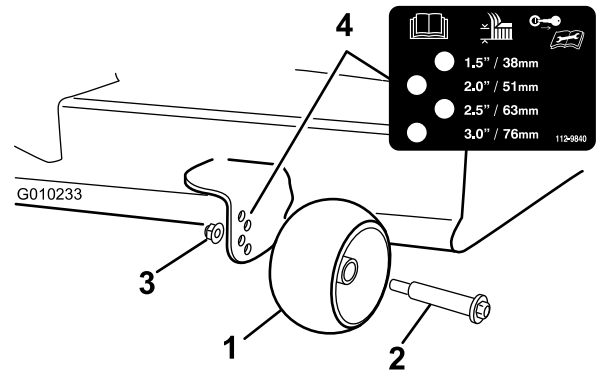

Figura 21
3. Ajuste los rodillos protectores del césped (Figura 21) a la posición de altura de corte más próxima.